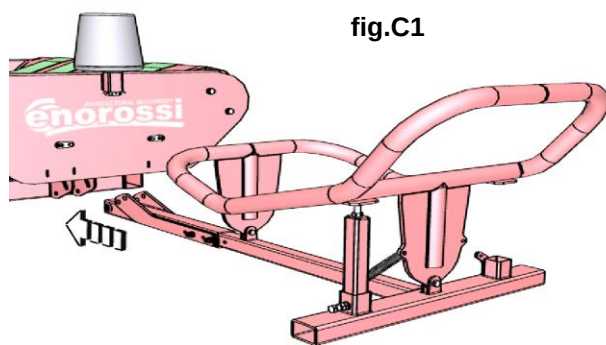

fig.C1
1. Kit ribaltamento balla in verticale (fig.C1)
- Posizionare il kit nella sede prevista sul telaio fisso dell'avvolgitore, come indicato in fig.C1;
1. Bale vertical tipping kit (fig.C1)
- Place the kit in the intended seat on the fixed frame of the wrapper, as indicated in fig.C1;